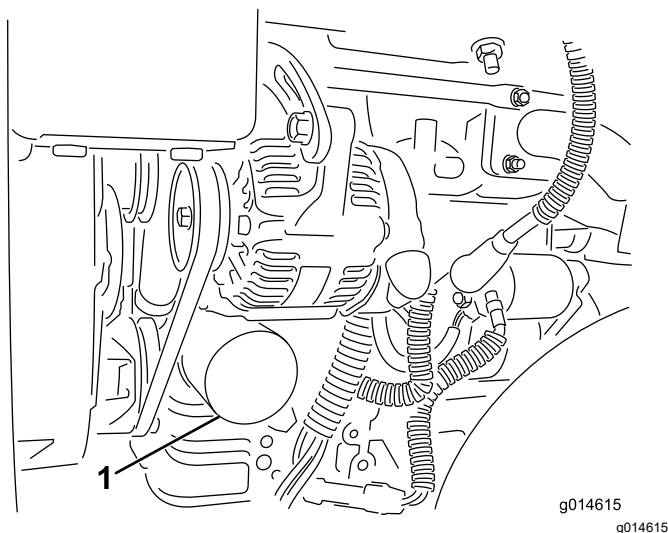

Figura 30
2. Retire el filtro de aceite (Figura 30). Aplique una capa ligera de aceite limpio a la junta del filtro nuevo.